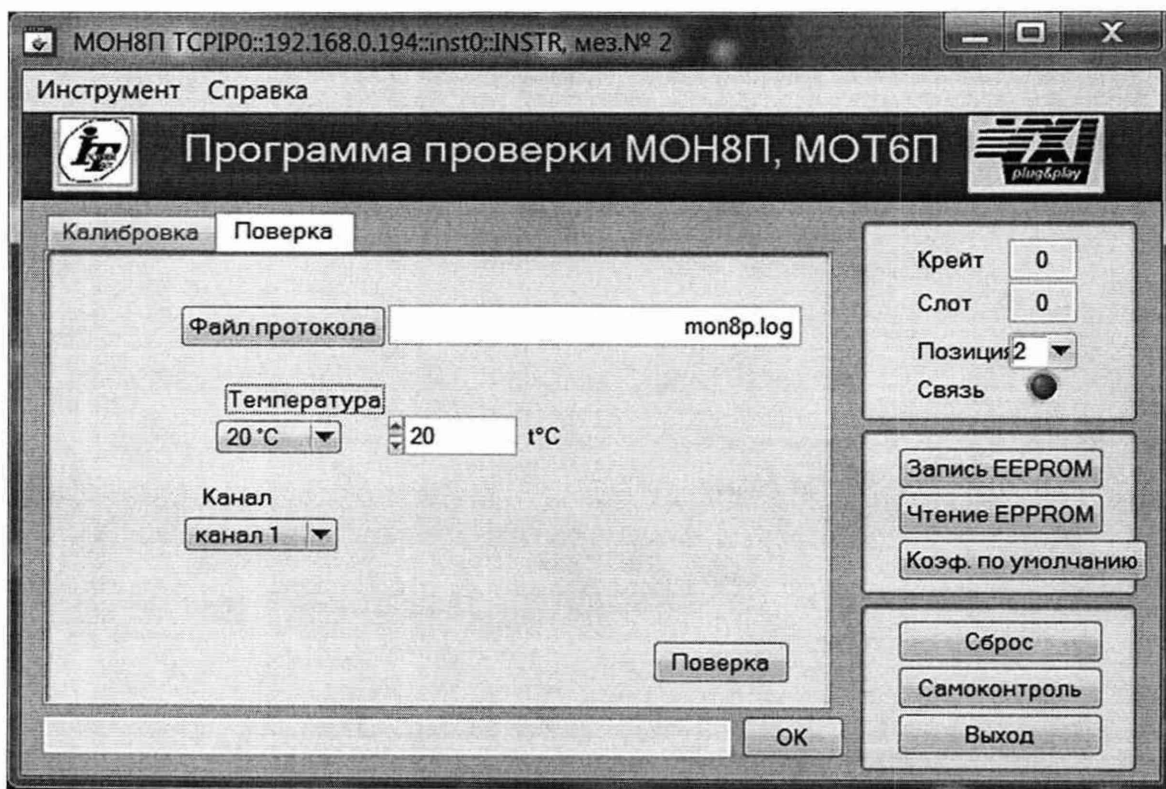

Рисунок 5.2
- 6) в открывшейся программной панели «Программа проверки МОН8П» выбрать режим «Поверка» (см. рисунок 5.2);